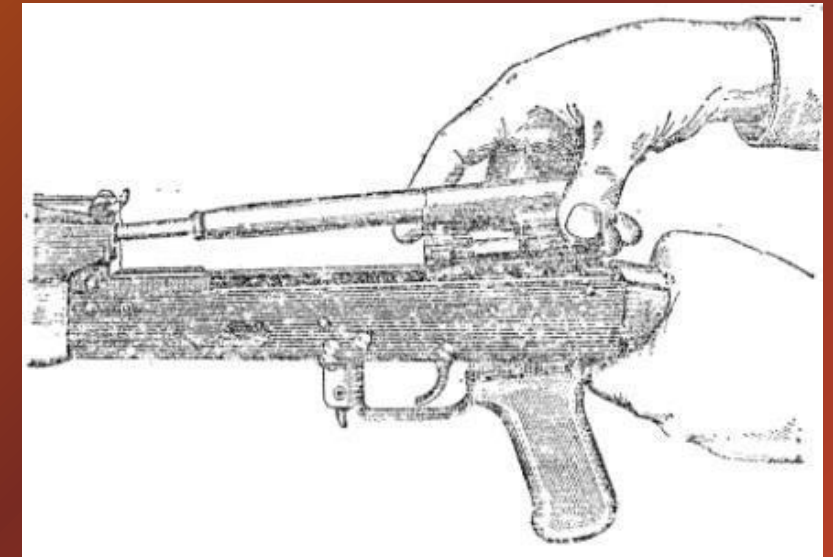

Рис. 7. Отделение затворной рамы с затвором
6) Отделить затворную раму с затвором. Продолжая удерживать автомат левой рукой, правой рукой отвести затворную раму назад до отказа, приподнять ее вместе с затвором (рис. 7) и отделить от ствольной коробки.